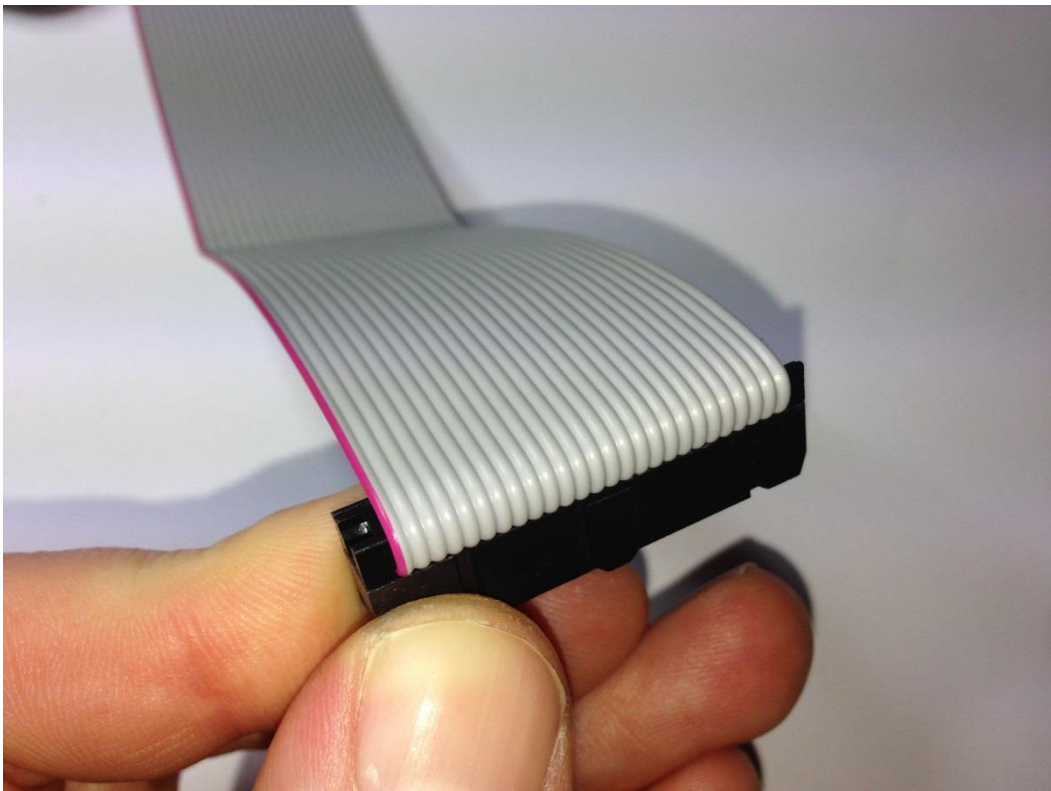

Bild 23
7.7. Nun das Kabel über den Stecker knicken (Bild 23)....